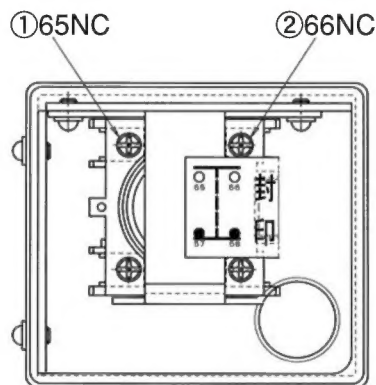

図3. 圧力スイッチ接続端子
作動信号出力用として、圧力スイッチ内に接続端子を設けています。結線は、図3で示す端子番号①-②に接続してください。